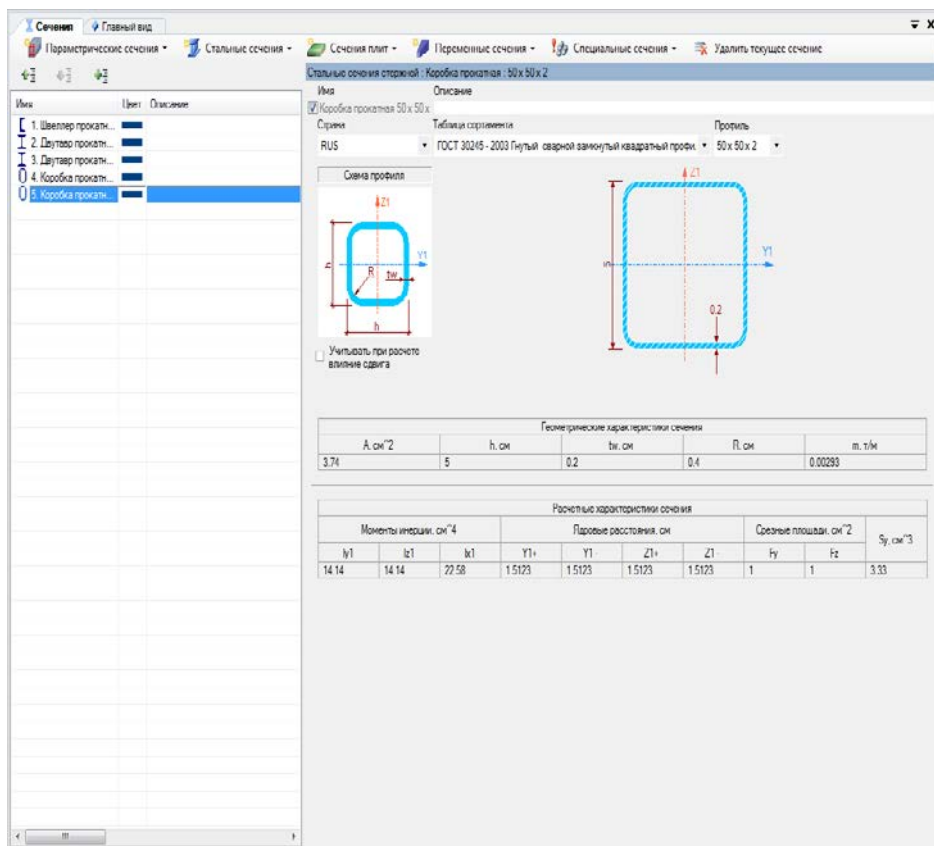

Рис. 149. Редактор сечений/жесткостей
- Для просмотра исходных данных другого сечения сделайте его активным в списке сечений (рис. 149).